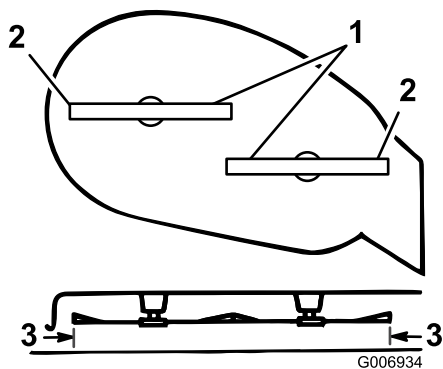

Figure 39
- Tournez prudemment les lames pour qu'elles soient parallèles dans le sens transversal (Figure 39).
6. Mesurez la distance entre les tranchants extérieurs et le sol plat (Figure 39). Si les deux mesures diffèrent de plus de 5 mm, réglez les lames et poursuivez cette procédure.